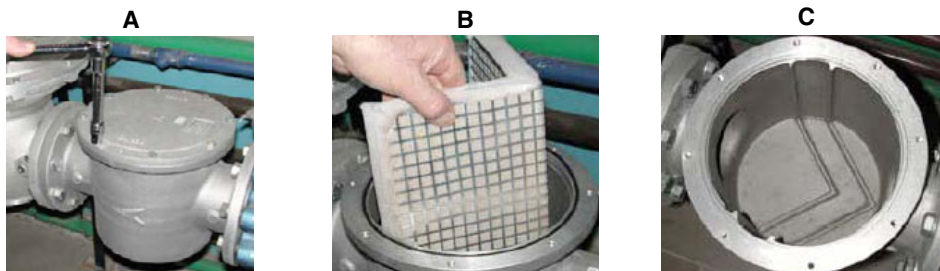

Рис. 26
- Очистите и проверьте патрон газового фильтра, в случае необходимости замените его (см. Рис. 26);